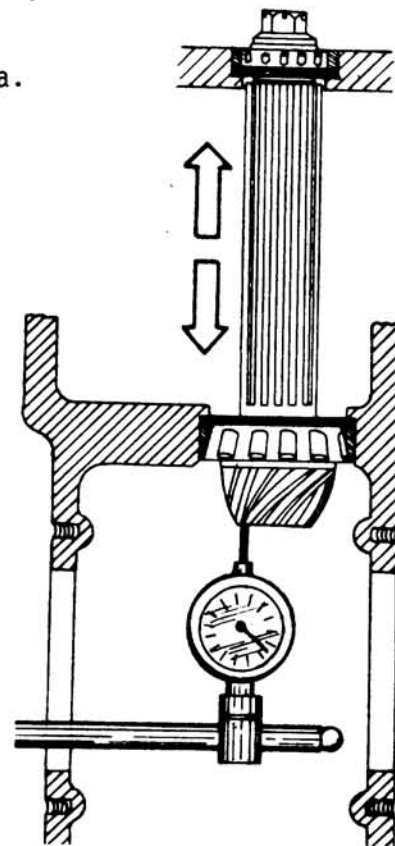

Fig. 2
- b Instale un indicador de cuadrante en la punta del eje (fig. 2).